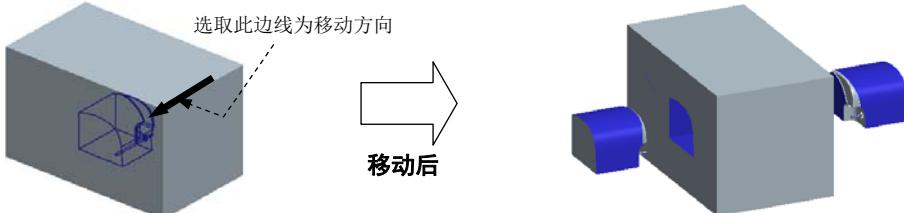

图 6.25 移动滑块和镶件
(1) 选择 **模具** 功能选项卡 **分析** 区域中的“模具开模”按钮 。系统弹出“模具开模”菜单管理器。
(2) 在系统弹出的“菜单管理器”菜单中选择 **Define Step (定义步骤)** → **Define Move (定义移动)** 命令。
(3) 在系统的提示下,从模型树中选择滑块 1 **SLIDE_VOL_01.PRT** 和镶件 1 **SLIDE_VOL_03.PRT**, 然后在“选择”对话框中单击 **确定** 按钮。
(4) 在系统的提示下,选取图 6.25 所示的边线为移动方向,然后在系统的提示下,输入要移动的距离值 50,按回车键。
(3) 在系统的提示下,选取图 6.25 所示的边线为移动方向,然后在系统的提示下,输入要移动的距离值 -50,按回车键。
(4) 在 **▼ DEFINE STEP (定义步骤)** 菜单中选择 **Done (完成)** 命令,移出后的状态如图 6.25 所示。